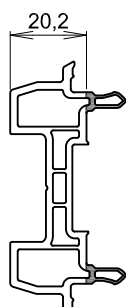

**Fig. 1** Taglio e sagomatura del profilo di raccordo **76654**
- Rimuovere gli agganci del **76654** per oltre 30 mm nella parte superiore (Fig.1 e Fig. 2).
- Rimuovere gli agganci del **76654** per oltre 15 mm nella parte inferiore (Fig.1 e Fig. 2).